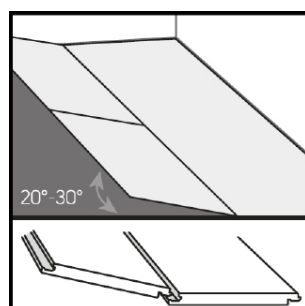
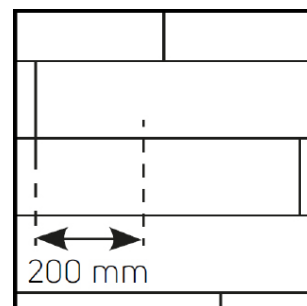
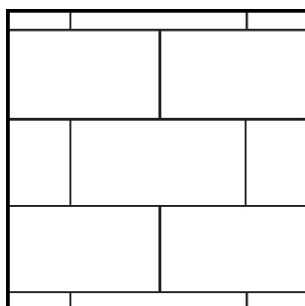

FIG 3
FIG 4A
FIG 4B
- Tejas en un 'patrón de ladrillo' (medio o 1/3 escalonadas) de modo que las cuatro esquinas nunca se tocan entre sí. Consulta los pasos de instalación (5G®: Fig. 4a / 4b, 2G™: Fig. 4a / 4b).
4. Empieza la segunda fila insertando el diente en la ranura mientras sostienes la tabla en un ángulo (unos 30°), luego golpea firmemente la tabla o baldosa en la ranura de la primera fila. Coloca la siguiente tabla o baldosa deslizando la lengua y la ranura juntas por el lado largo (Fig. 3). Las tejas y tablas deben colocarse 'escalonadas', de modo que las cuatro esquinas nunca se toquen entre sí (Fig. 4a y Fig. 4b).